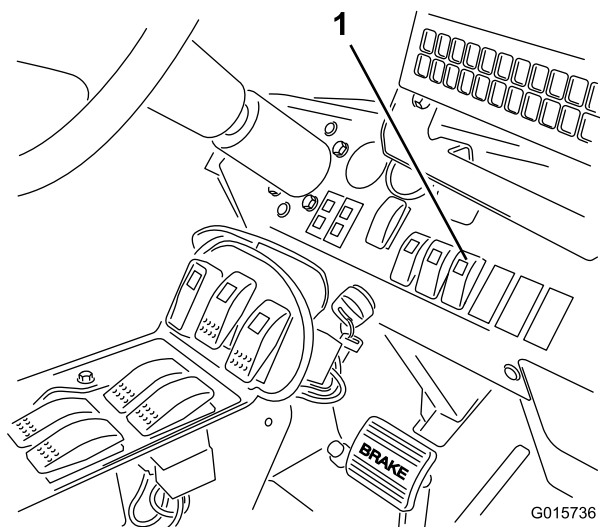

図 20
4. ダッシュボード上にあるソニックブームのスイッチを Auto にセットする（図 20）。